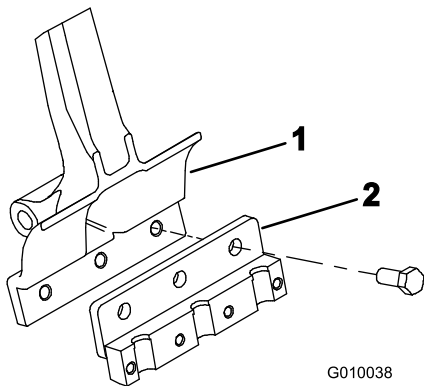

Рисунок 24
- Прикрепите держатель зубьев к каждому толкающему рычагу (Рисунок 24) с помощью 3 болтов ($1/2 \times 1/4$ дюйма). Затяните болты с моментом 101,6 Н·м.